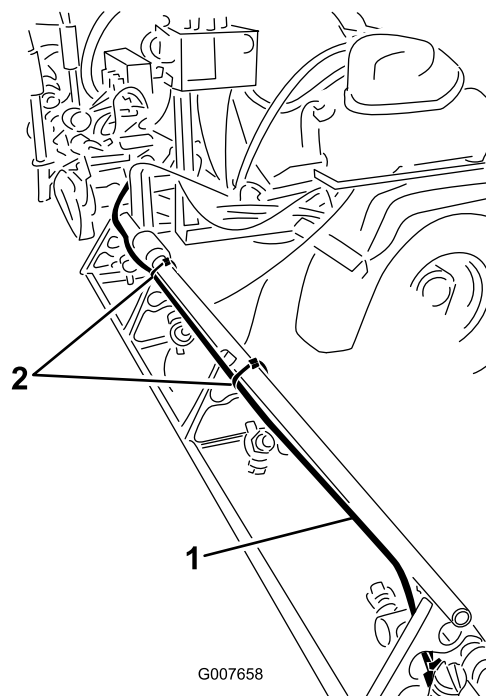

Рисунок 25
1. Снимите кабельные стяжки, которые крепят трубки подачи жидкости и воздуха комплекта пенного маркера к наружной секции стрелы (Рисунок 25).